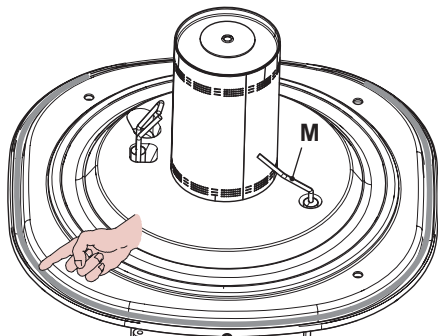
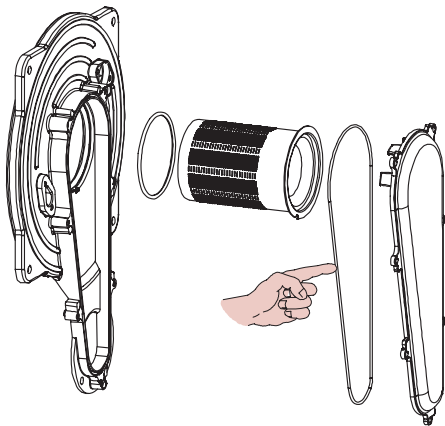

Рисунок 9.8
Рисунок 9.9
- Силиконовая прокладка передней стенки камеры сгорания Рисунок 9.8 и прокладка крышки воздуховода/газопровода (Рисунок 9.9) должны заменяться в случае повреждения и, в любом случае, каждые 2 года.
- Электрод обнаружения **M**, см. Рисунок 9.8 также выполняет роль датчика соответствующего слива конденсата.